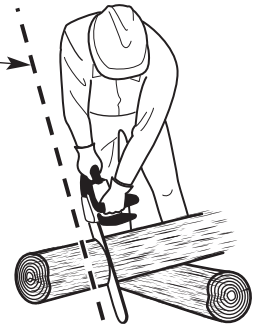

Fig. 8
- Utilisez ces placements de main que l'opérateur soit gaucher ou droitier. Cela permettra de garder l'opérateur légèrement sur la gauche de l'appareil et à l'écart de la ligne directe de la tronçonneuse en cas de rebond (Fig. 8 et Fig. 9).